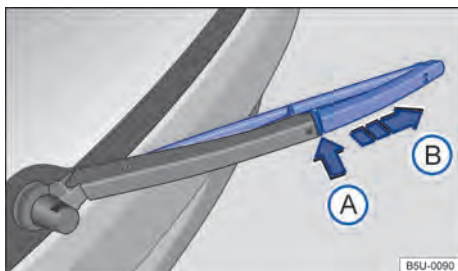

Fig. 149 Substituir a palheta do limpador do vidro traseiro.
- Manter o botão de destravamento → Fig. 149 ❶ pressionado.
- Retirar a palheta do limpador do vidro traseiro no sentido da seta ❷.